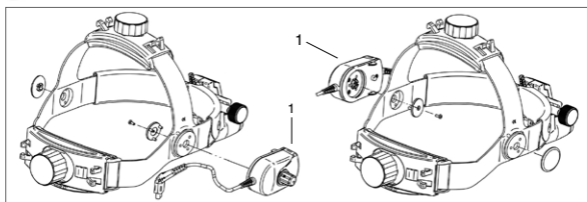
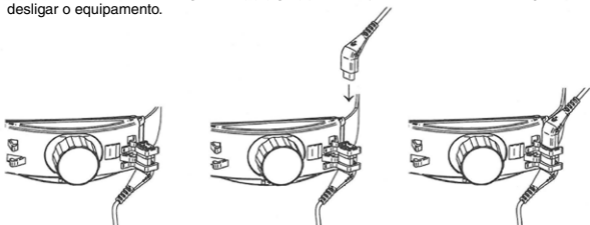

Fig. 6 Montagem do reostato para faixa de cabeça
Fig. 8
O controle de brilho (1) pode ser montado no lado esquerdo ou no lado direito da cinta de cabeça (fig. 6). O brilho pode ser controlado continuamente pelo controle de brilho (1).
Para montar o HEINE® ML4 LED com HEINE® mPack ou HEINE® EN50, conecte o cabo curto do controle de brilho com o cabo de conexão mPack **DESCONECTADO** e o fixe na parte de trás da cinta de cabeça (fig. 8). Conecte a tomada do instrumento no encaixe do mPack ou no EN50. O regulador (1) (fig. 6) permite ajustar a luminosidade e ligar e desligar o equipamento.